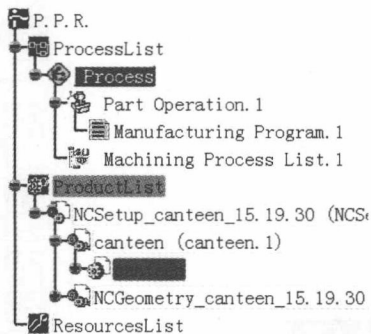

图 1.8 特征树
(1) 切换工作台。在图 1.8 所示的特征树中双击 **canteen** 节点, 系统进入“创成式外形设计”工作台 (如果系统进入的不是“创成式外形设计”工作台, 则需切换到该工作台)。
Step5. 在图 1.8 所示的特征树中双击 **Process** 节点, 系统返回“Surface Machining”工作台。